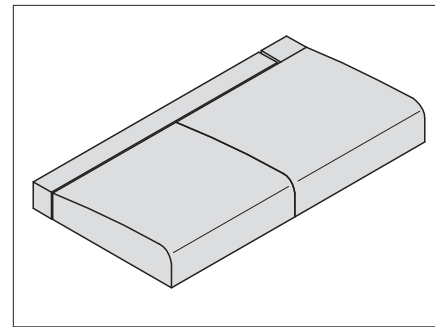
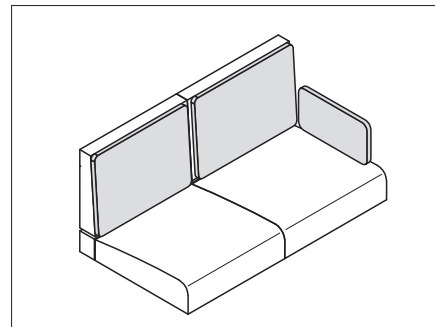

Bild 207 Sitzauflagen positionieren
Bild 209 Polster für Rückenauflagen
- Sitz-, Rücken- und Zusatzpolster wie in Bild 207 bis Bild 209 gezeigt auflegen.